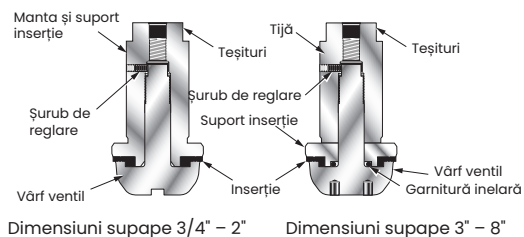

Figura 3 - Ventile sprijin moi (Opțional)
7.7 Ventil cu locaș moale (Figura 3)
- a. Puneți noua inserție pe tijă și suportul inserției așa cum se arată în Figura 3.
- b. Puneți noua inserție pe suportul inserției și asamblați așa cum se arată în Figura 3.